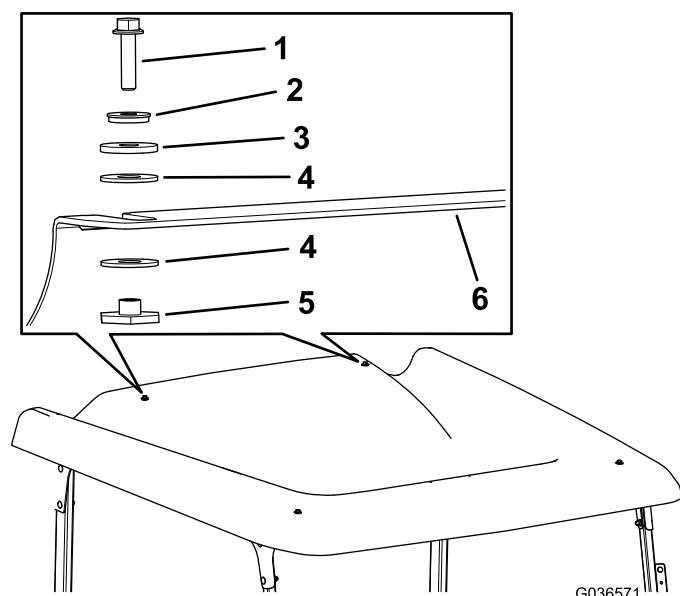

Figura 13
13. Instale a sombra na ligação cruzada traseira utilizando 2 parafusos flangeados hexagonais (1/4 x 1"), 2 anilhas vedantes, 2 anilhas de fricção, 4 anilhas de plástico e 2 casquilhos da flange (Figura 13).